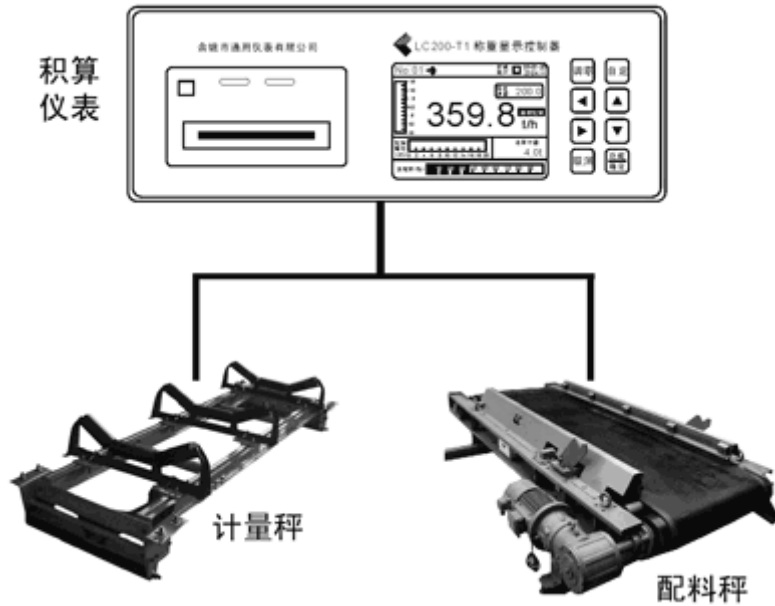

图3 计量秤与配料秤系统
9、ICS-DT 型动态计量电子皮带秤的成套性称重显示控制仪表与相配套的秤体有：单托辊、多托辊计量秤和整体式配料秤构成累计计量系统和配料计量系统（如图 3）。